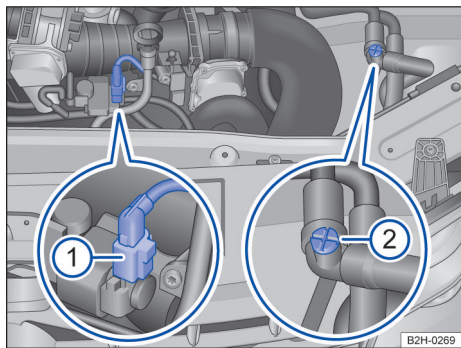

Fig. 177 No compartimento do motor: conector ① e válvula de ventilação manual ②.
- ② Remover a cobertura do motor para cima e guardar de modo seguro.
- ③ Abrir a tampa do reservatório de líquido de arrefecimento do motor → Página 232.
- ④ Abrir a válvula de ventilação manual cerca 3 voltas no sentido anti-horário
→ Fig. 177 ②.
- ⑤ Durante o abastecimento do sistema de arrefecimento do motor, observar a válvula de ventilação manual e fechá-la se sair líquido de arrefecimento do motor da válvula de ventilação manual.
- ⑥ Remover o conector ao lado da vareta de medição do óleo e guardá-lo → Fig. 177 ①. Não conectar o conector novamente até a visita à oficina.
- ⑦ Abastecer o sistema de arrefecimento do motor até a borda superior do reservatório de líquido de arrefecimento do motor com líquido de arrefecimento do motor até que o nível de líquido de arrefecimento do motor não baixe mais.
- ⑧ Aguardar durante cerca de 5 minutos.
- ⑨ Dar partida ao motor e, dependendo da versão, regular o regulador do aquecimento ou do ar-condicionado para a temperatura máxima.
- ⑩ Aumentar a rotação do motor parado em 2.500 rpm e manter a rotação do motor durante cerca de 2 minutos.
- ⑪ Desligar o motor.
- ⑫ Aguardar cerca de 2 minutos e então abastecer o sistema de arrefecimento do motor mais uma vez até o canto superior do reservatório de líquido de arrefecimento do motor.
- ⑬ Repetir as etapas de trabalho 10 a 12 até que o nível de líquido de arrefecimento do motor no reservatório de líquido de arrefecimento do motor não baixe mais.
- ⑭ Se até agora ainda não tiver saído nenhum líquido de arrefecimento do motor da válvula de ventilação manual, fechar a válvula de ventilação manual, girando-a em sentido horário.